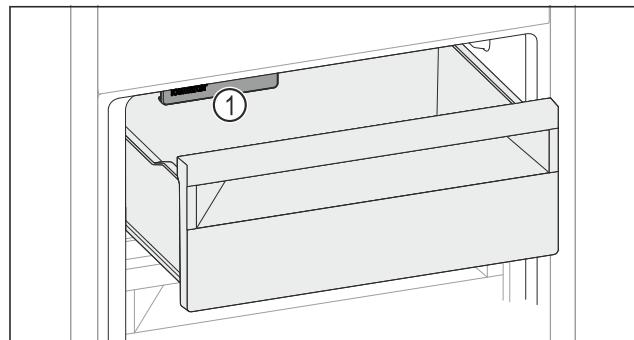

Fig. 126
- Prihladijte na IceMaker Fig. 126 (1).